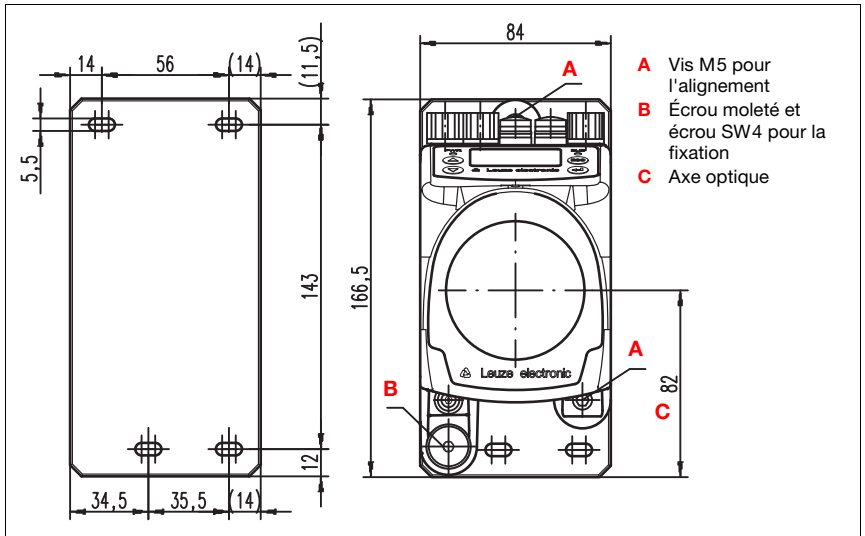

Figure 5.2 : Montage de l'appareil
Le spot laser est aligné de façon à ce qu'il tombe toujours au milieu du réflecteur, que ce soit à la distance de mesure minimale ou maximale. **Pour l'alignement, utilisez les deux vis M5 à six pans creux** (« **A** » sur la figure 5.2). Pendant l'alignement, veillez à ce que l'écrou moleté et le contre-écrou soient bien ouverts (« **B** » sur la figure 5.2).
*Pour que l'alignement du système laser de mesure ne se dérègle pas en régime permanent, serrez ensuite l'écrou moleté à la main et bloquez bien la fixation à l'aide de l'écrou SW4 (« **B** » sur la figure 5.2). L'écrou moleté et l'écrou ne doivent être serrés qu'après alignement.*